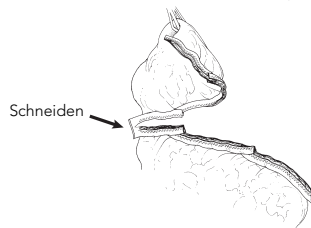

ABBILDUNG 15
13. Falls notwendig, schneiden Sie das Ende des Peri-Strips Dry ab, um das zerschnittene Gewebe zu entfernen (siehe Abbildung 15).